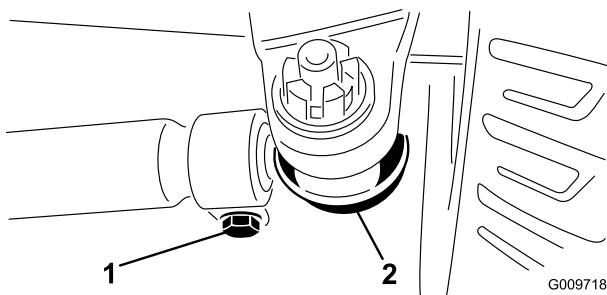

Figura 71
2. Para ajustar, retire la chaveta y la tuerca de cualquiera de las articulaciones esféricas de la biela. Retire la articulación esférica de la biela del soporte del eje (Figura 71).
3. Afloje las abrazaderas en ambos extremos de las bielas (Figura 71).